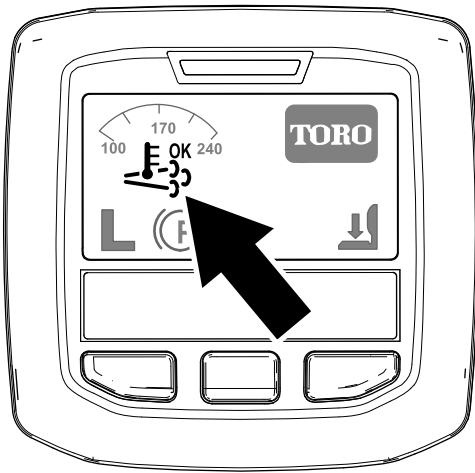

Figure 29
- L'icône de régénération assistée/commandée s'affiche sur l'InfoCenter (Figure 29).